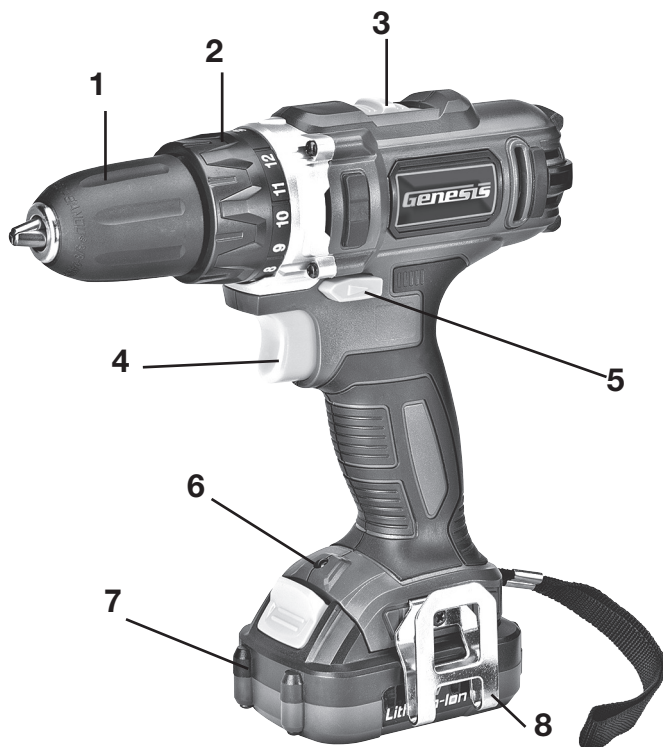

FIG 1
- Mettez la perceuse en marche en appuyant sur sa gâchette d'interrupteur (4-FIG 1)
- Utilisez le commutateur de réversion (5- FIG 1) pour changer le sens de rotation de la perceuse.